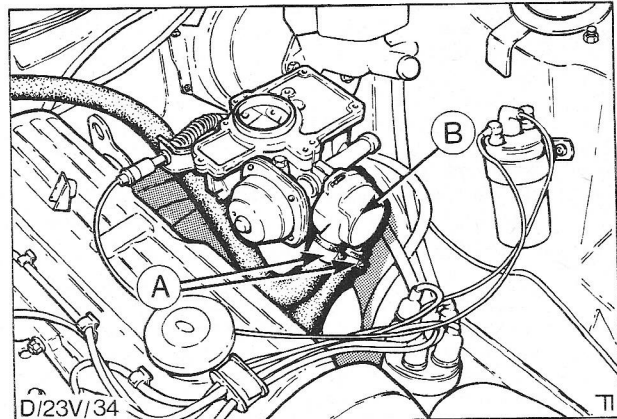

Fig. 72 Automatische choke.
5. Verwijder de drie kruiskopschroeven van het chokehuisdeksel en maak het deksel met de bimetalen veer los; Fig. 72.